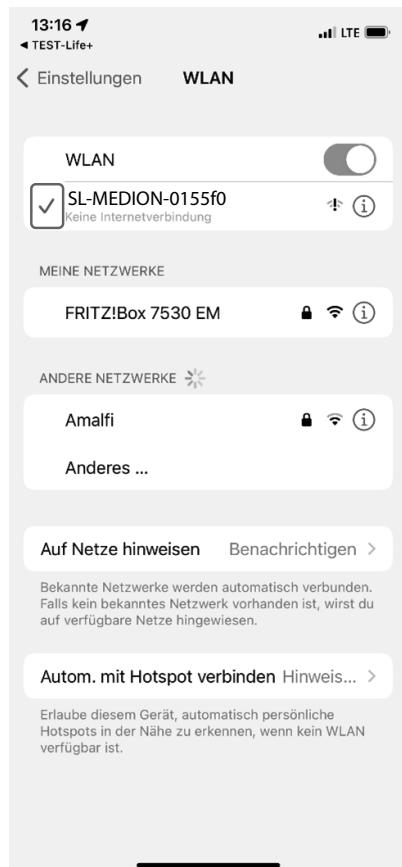

Fig. 8
► Espere hasta que la conexión se haya establecido (se indica normalmente mediante una marca de verificación junto al nombre de la red, fig. 8).